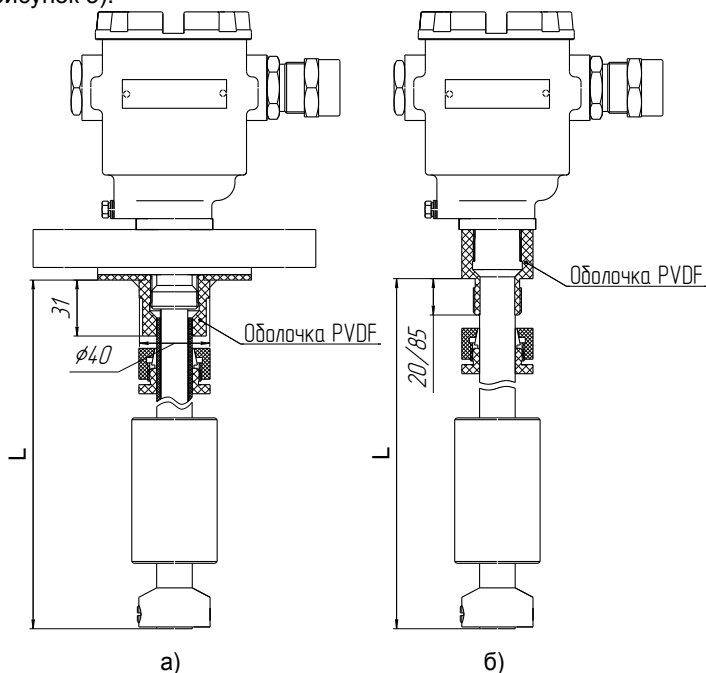

Рисунок 3
2.1.10 ПМП изготавливаются с направляющей длиной от 250 до 5000 мм. Длина направляющей L – это расстояние от нижней торцевой поверхности направляющей до уплотнительной поверхности устройства крепления (фланца или резьбового штуцера) (рисунок 3).
Защитная оболочка направляющей ПМП и устройства крепления, поплавков и ограничители хода поплавка выполнены из химостойкого пластика. Защитная оболочка (рисунок 3) фиксируется на направляющей резьбовым соединением, закрывает направляющую и устройство крепления, исключая воздействие на них агрессивной среды.